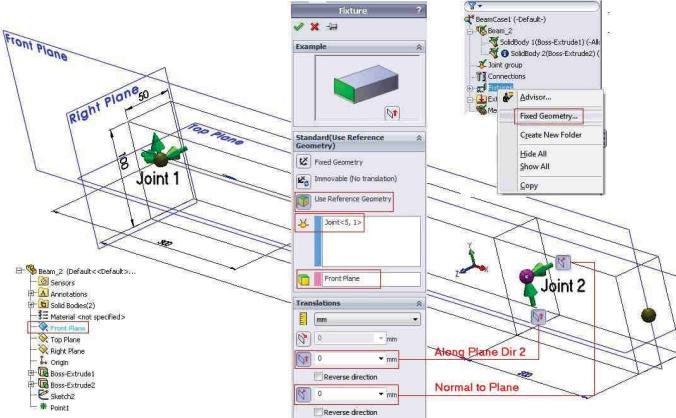

Fig. 5.9
- Click dreapta pe ramura **Fixtures** și selectie **Fixed Geometry**, fig. 5.9.
- Right-click the **Fixtures** folder and select **Fixed Geometry**, fig. 5.9.